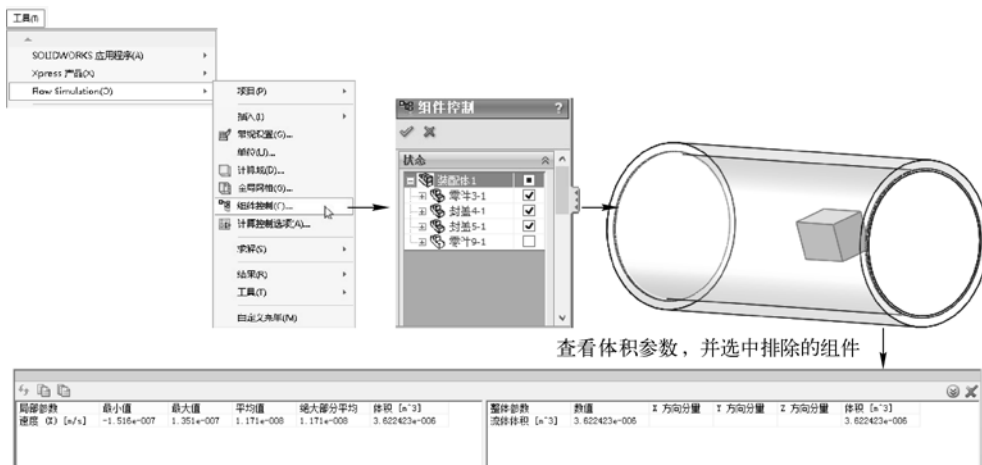

图 12-27 查看体积参数操作和结果
- “体积参数”：用于计算流体内部某部分的体积压力等。操作之前需要首先在流体内部导入一个不参与计算的组件（操作过程如图 12-27 左上图所示），经运算后，选中此组件计算体积参数，如图 12-27 所示。